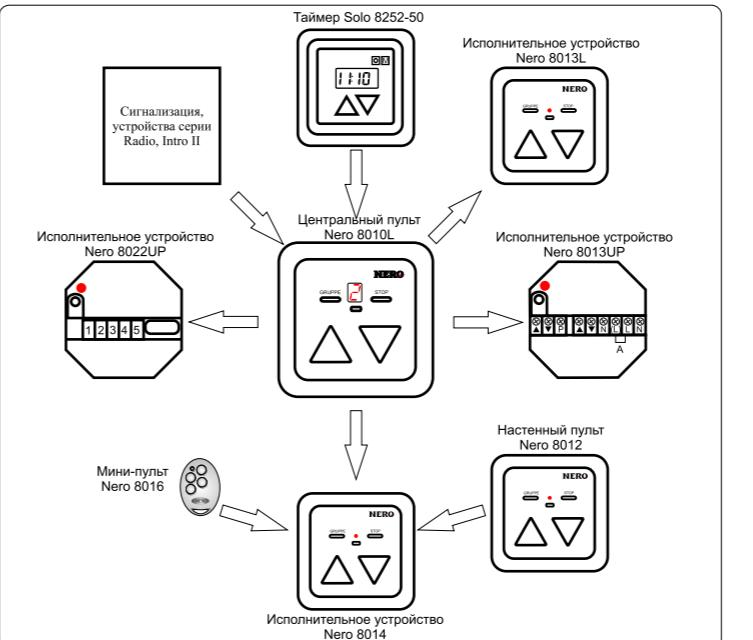

Рисунок 1. Совместимость устройств системы Nero
Для центрального пульта Nero 8010L, исполнительных устройств серии Nero, а также устройств, совместимых с этой системой (см. рисунок 1), удобно выполнить следующие действия:
- исполнительные устройства (см. рисунок 1).